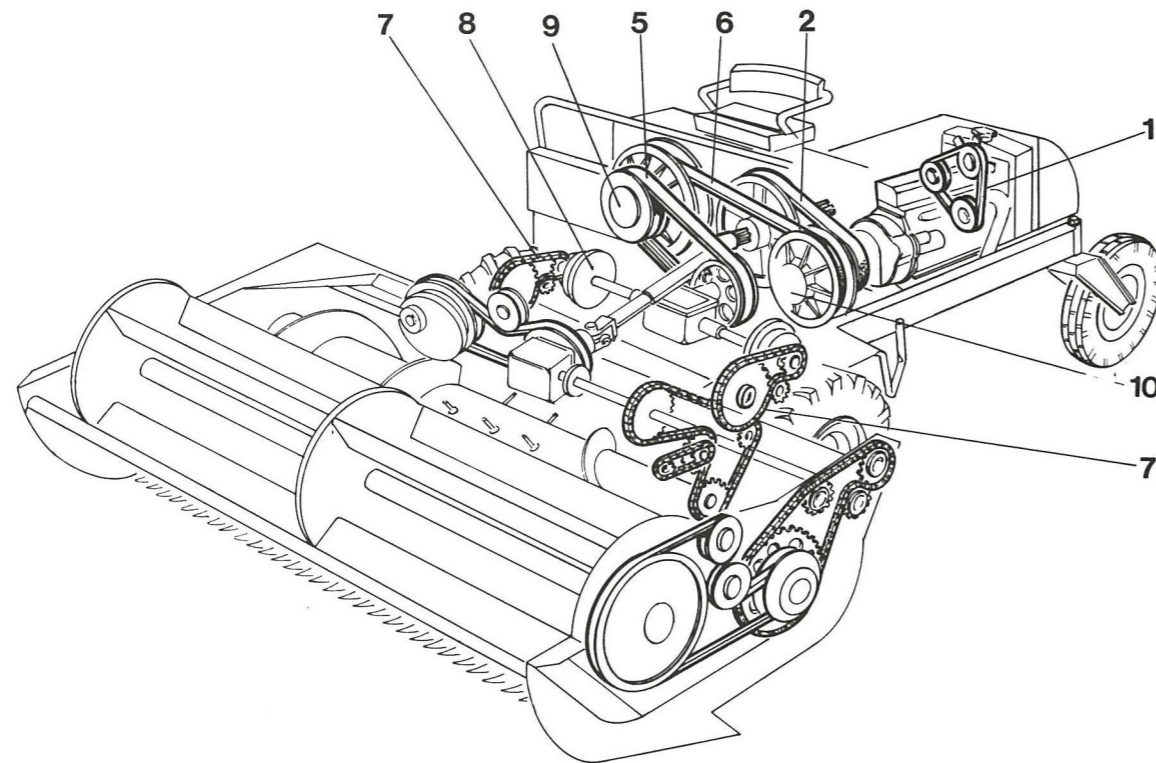
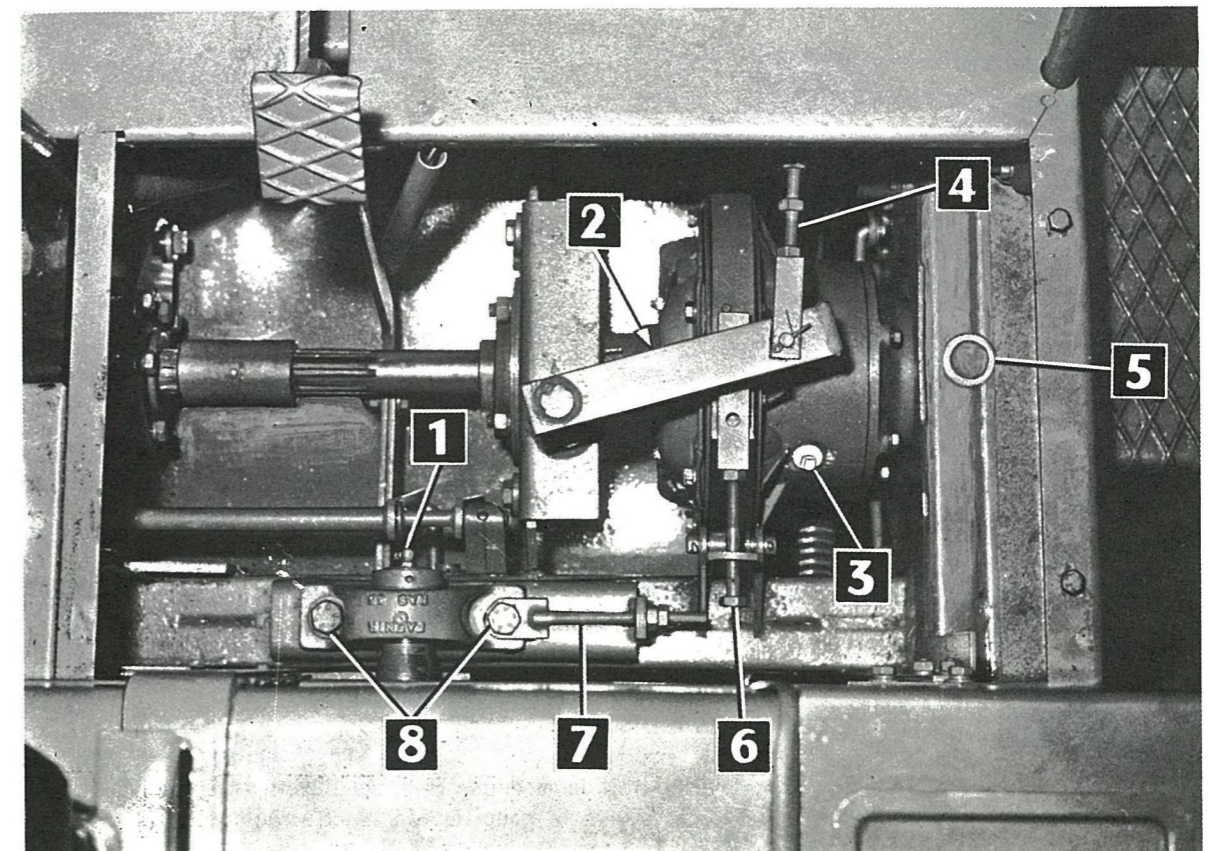
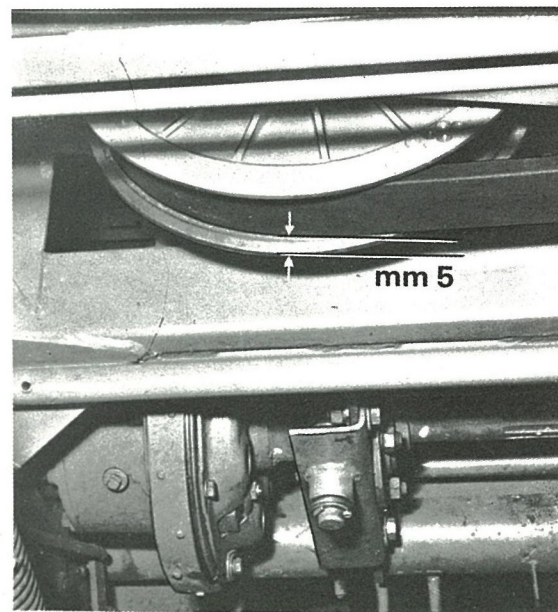

FIG. 30
FIG. 31
FIG. 32
- **Courroie du variateur de traction (6) Fig. 30**
La tension de cette courroie est obtenue en déplaçant le groupe de poulie 9 - Fig. 30 à l'aide des tendeurs 7 - Fig. 31. Pour cette opération les vis 8 - Fig. 31 seront desserrées et l'on agira sur les écrous des deux tendeurs de la même valeur pour conserver le parallélisme des disques du groupe 9 - Fig. 30 par rapport à ceux du groupe 10.
La tension est correcte lorsque le dos de la courroie 5 - Fig. 30 se trouve en retrait de 5 mm du bord des disques du groupe variateur 9 - Fig. 30 quand le variateur est en position neutre. La figure 32 montre ce réglage.
- **Courroie de commande du renvoi d'angle central (5) Fig. 30**
● courroie de l'embrayage de prise de force 2 - Fig. 30
TENSION DES CHAINES DES REDUCTEURS LATERAUX 7 - Fig. 30
REGLAGE DES GROUPES EPICYCLOIDAUX DIRECTEURS 8 - Fig. 30
- la garde aux butées d'embrayage qui doit être de 5 mm. Cette garde se traduit par un déplacement de 20 mm sur les leviers directeurs au niveau du plancher du poste de conduite. Agir en conséquence sur les tiges filetées 4 - Fig. 31.
- la garde entre le début "débrayage" et le début "freinage des groupes". Cette garde doit être de 20 à 25 mm au niveau de la vis de butée 6 - Fig. 31 sur laquelle on agira pour obtenir la cote indiquée. Il est rappelé que ce réglage détermine la sensibilité de la direction.